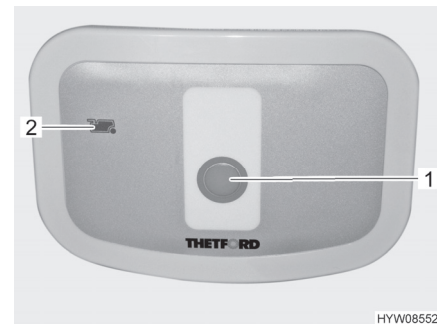

Fig. 83 Pulsante dello sciacquone/spia di controllo (toilette Thetford)
- Per sciacquare premere il pulsante blu (Fig. 83,1).
La spia di controllo (Fig. 83,2) si accende quando il serbatoio fecale deve essere svuotato.